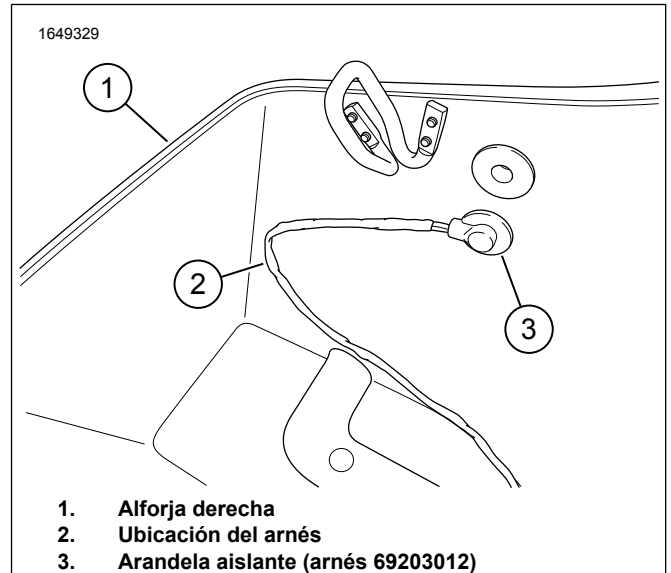

Figura 17. Tendido del arnés de la alforja derecha
- a. Consulte la Figura 17. Gire la arandela aislante hasta que se logre el tendido adecuado del arnés.
- Consulte la Figura 17. Gire la arandela aislante hasta que se logre el tendido adecuado del arnés.